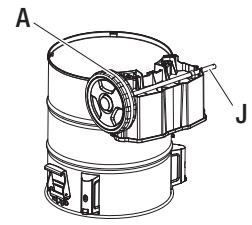

Fig. 2
- Coloque el eje (J) a través del almacenamiento, y luego instale otra rueda (A) en el otro extremo del eje (J). (Fig. 2)